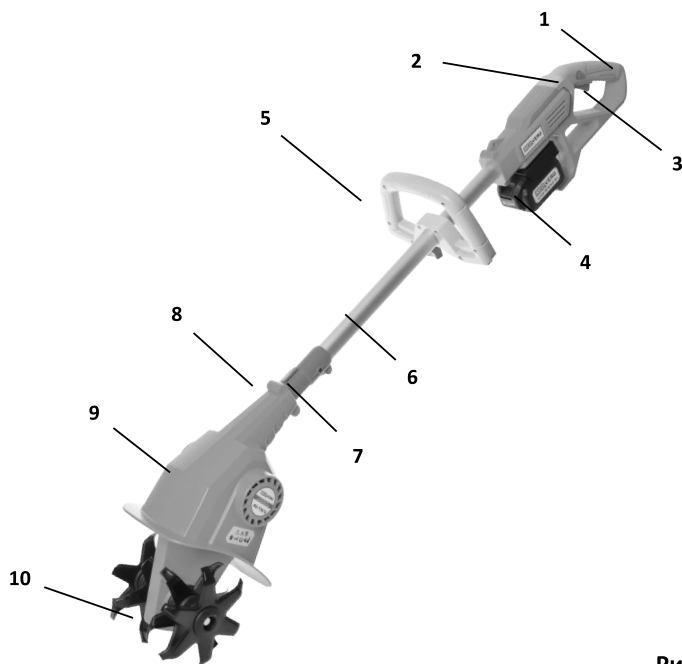

Рис.1
- Установите полностью заряженный аккумулятор на направляющие выступы места крепления аккумулятора (**4**) Рис.1 и 2).